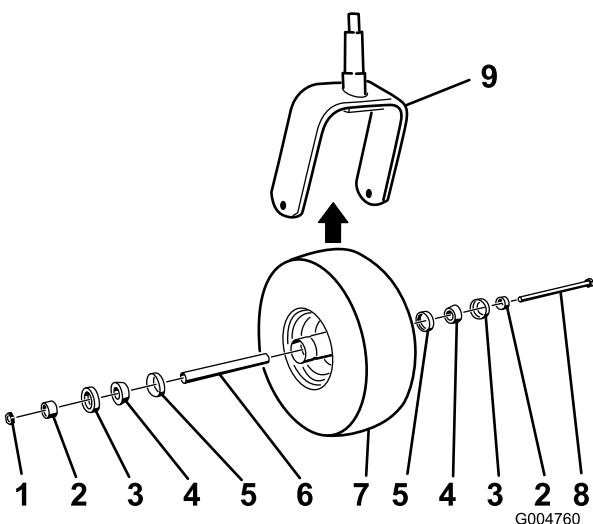

図 54
2. キャスタホイールアセンブリをキャスターフォークの間に保持しているボルトのロックナット（図 54）を外す。
5. コーンベアリングにグリスをパックし、キャスタホイールのハブにコーンベアリングとシールを押し込み、図 54 のように組み上げる。